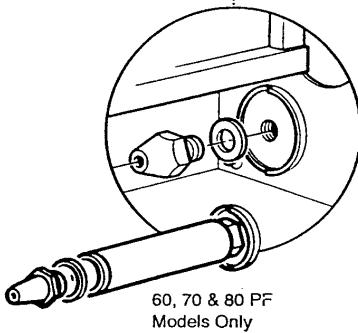

Fig. 114
**10.11 Burner Injector (Fig. 114)**